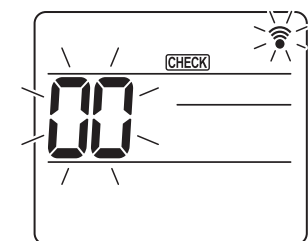
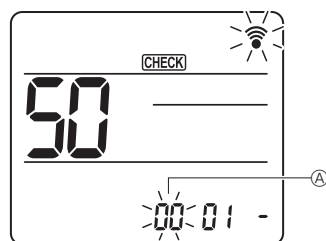
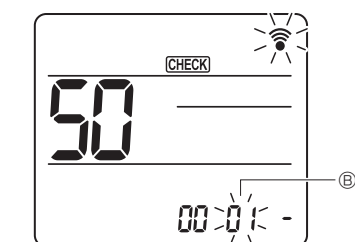
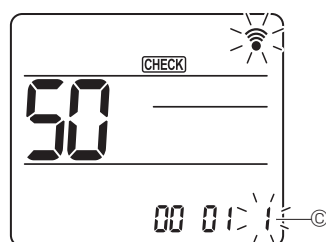

Fig. 7-18
Fig. 7-19
Fig. 7-20
Fig. 7-21
7.4.2. С помощью беспроводного пульта дистанционного управления (Fig. 7-18, Fig. 7-19, Fig. 7-20, Fig. 7-21)
- ① Переход в режим выбора функции
Загорится [CHECK] (ПРОВЕРКА), будет мигать "00". (Fig. 7-18)
Для установки номера блока пользуйтесь кнопками [↕] A. (Fig. 7-19)
Для установки номера режима пользуйтесь кнопками [↕] B. (Fig. 7-20)
Для смены номера настройки пользуйтесь кнопками [↕] C. (Fig. 7-21)